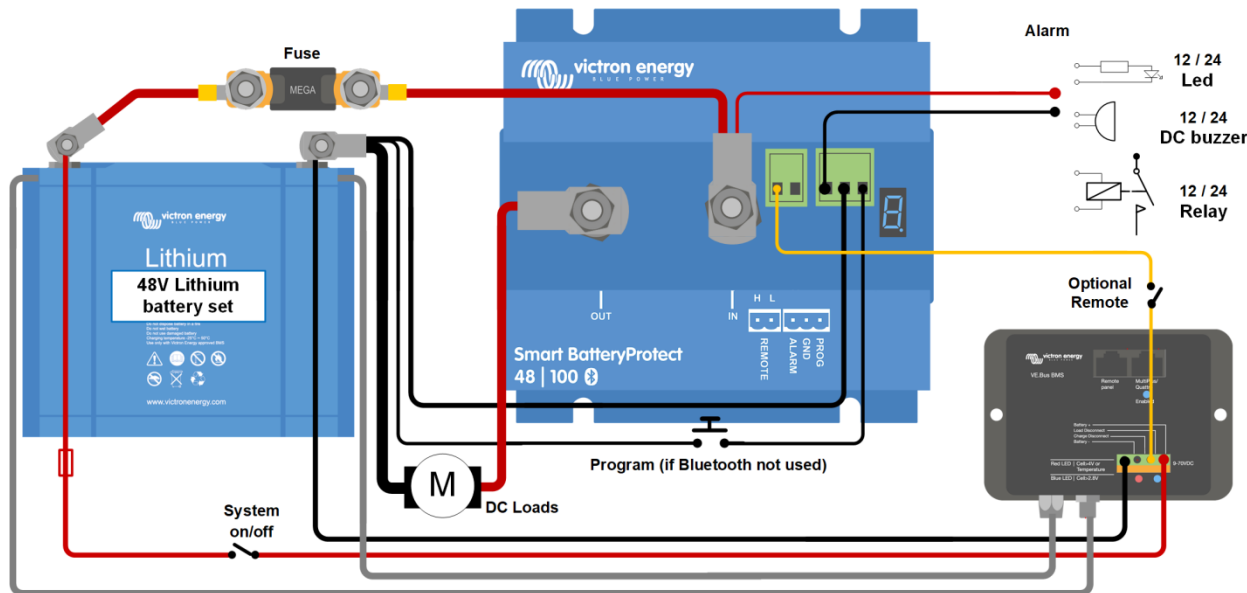

Figuur 1: Verbindingschema van de SBP 48|100
- Een externe aan-/uitschakelaar kan worden aangesloten tussen Externe H en Externe L (zie figuur 1). Als alternatief kan klem H hoog worden omgeschakeld (naar batterij positief), of klem L kan laag worden omgeschakeld (naar batterij negatief).